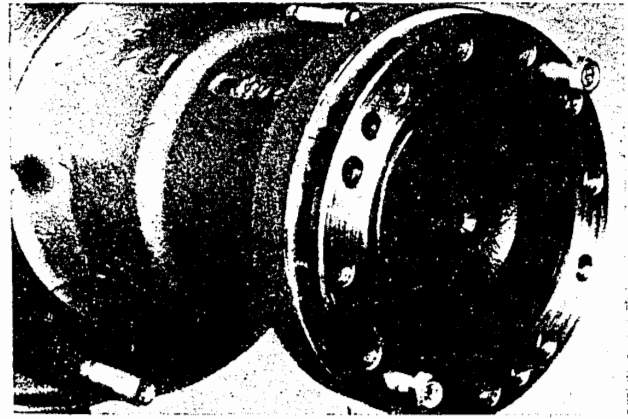

Bild H 8. Herausdrücken der Antriebswellen
17. Beide Antriebswellen aus dem Hinterachskörper herausziehen. Hierbei ist zu beachten, daß die beiden Sechskantschrauben M 8 zum Abdrücken des Flansches gleichmäßig eingeschraubt werden (Bild H 8).